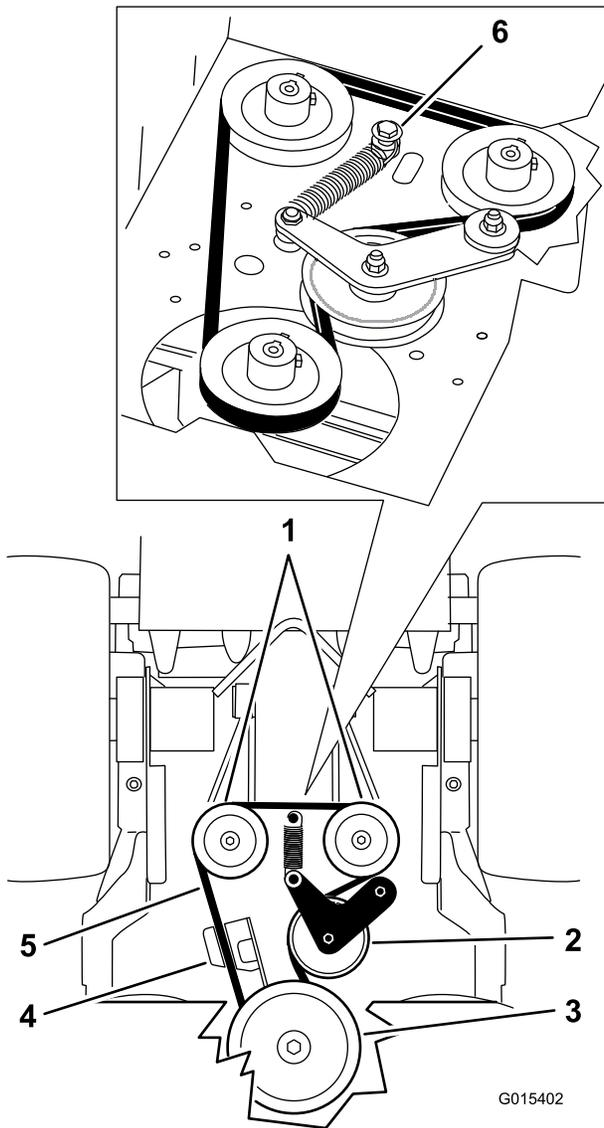

図 68
5. スプリングに接続されているショルダボルト、ナット、ワッシャをエンジンデッキから外す 図 68。
6. ポンプ駆動ベルトを取り外す 図 68。
8. スプリングをショルダボルトとワッシャに取り付け、ナットでエンジンデッキに接続する 図 68。